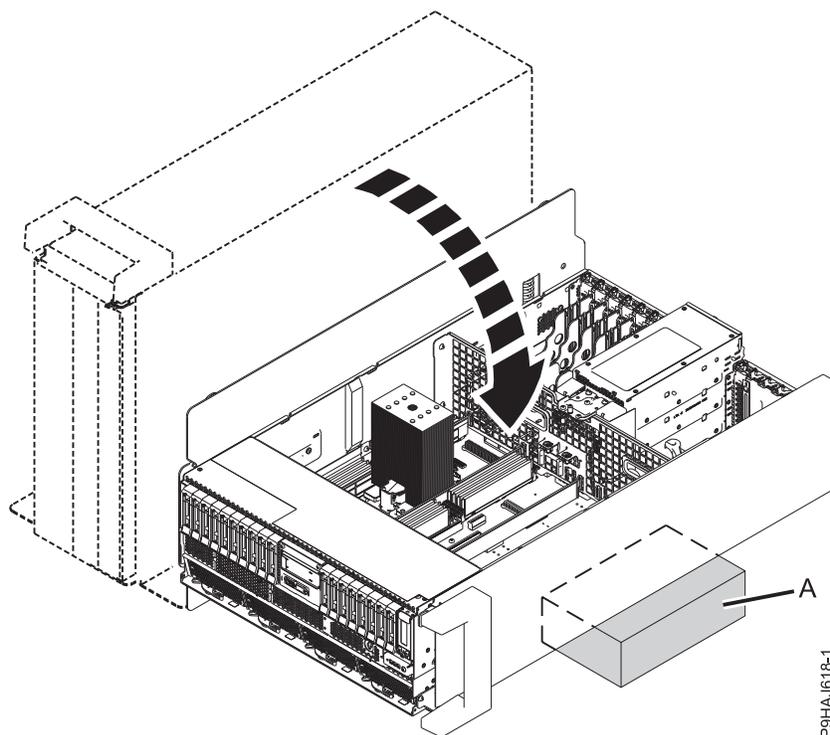

Figura 69. Inclinando o sistema independente para uma posição horizontal
- d. Incline cuidadosamente o sistema independente da sua posição vertical para colocá-lo em uma posição horizontal. Posicione o sistema com a área de serviço aberta para cima e com um suporte de 3 cm (1,5") (A) ao longo de sua extremidade superior, como mostrado na Figura 69. O suporte (A) é usado para evitar que a alça plástica seja danificada.